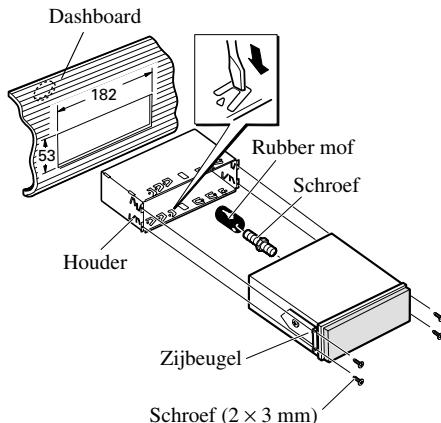

Afb. 15
1. Bepaal de positie van de zijbeugels. (Afb. 15)